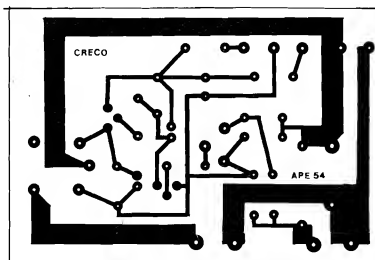

Fig.2
**FIG. 2 - LAY OUT DO CIRCUITO IMPRESSO ESPECÍFICO** - Sendo o circuito simples, baseado em poucos componentes, também o Impresso é descomplicado, de desenho "descongestionado", com arranjo de ilhas e pistas ao alcance mesmo das "habilidades" de um iniciante... A figura (as áreas em preto representam as partes que restam cobreadas, no Impresso, depois da corrosão...) está em tamanho natural, o que facilita a sua reprodução direta sobre um fenolite virgem (ver as medidas na LISTA DE PEÇAS...) por simples "carbonagem". Na sequência da confecção, o Leitor/Hobbysta deve proceder à traçagem com tinta ou decalques ácido-resistentes, corrosão na solução de perclorato de ferro, limpeza, furação, etc., ns normas já várias vezes explicadas aqui mesmo em A.P.E. Notar que algumas das trilhas, aquelas que circundam a periferia da